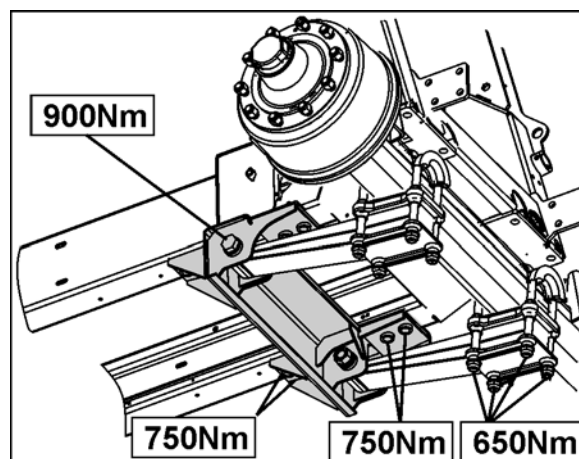

Fig. 182
1. Csavarja le a mágnes fedelét (Fig. 182/1).
2. Vegye ki a mágnesetekercset (Fig. 182/2).
3. Csavarja ki a szeleprudat (Fig. 182/3) a szelepüléssel együtt, és tisztítsa meg őket sűrített levegővel vagy hidraulikaolajjal.